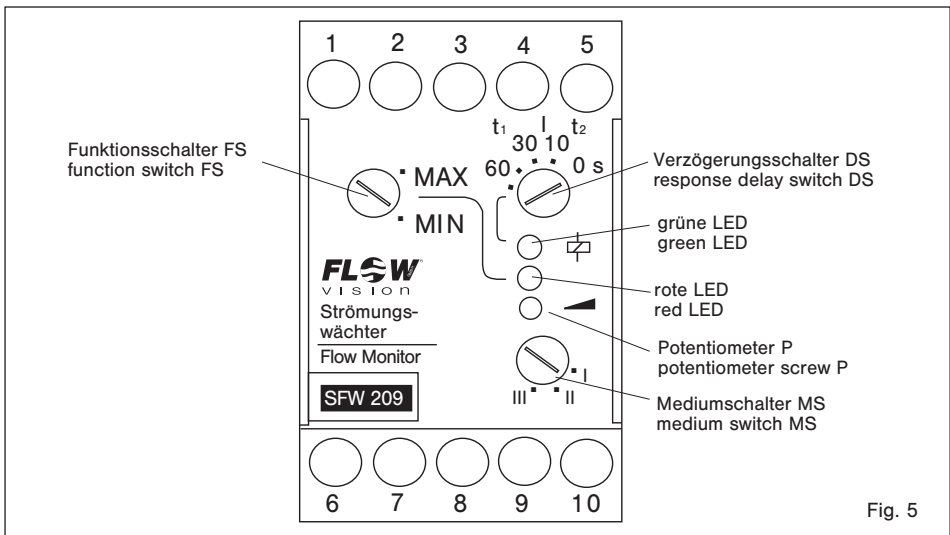

Fig. 5
2 Mediumschalter (MS) dem zu überwachenden Medium anpassen (siehe Fig. 5):
3 MIN- oder MAX-Funktion mit Funktionsschalter (FS) wählen (siehe Fig. 5).
2 Set medium selector switch (MS) (see fig. 5) to:
3 Select either the MIN- or MAX function by means of function switch (FS) (see fig. 5).